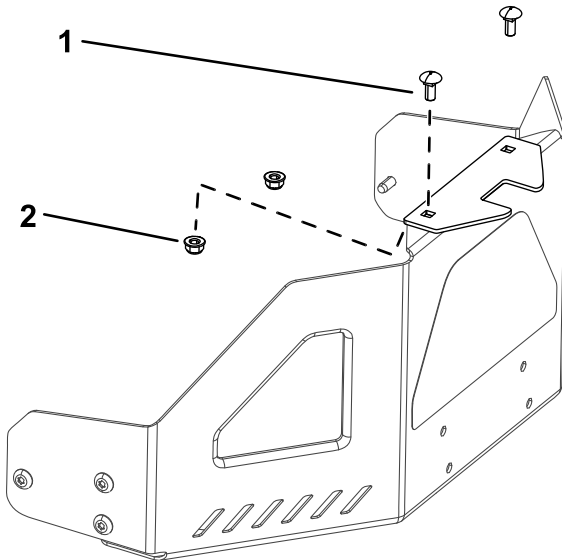

Figura 7
1. Montirajte podupirač za stabilizaciju na štitnik motora pomoću 2 zavrtnja sa poluokruglom kapom (5/16 × 3/4") i 2 kontranavrtke (5/16") (Figura 7).